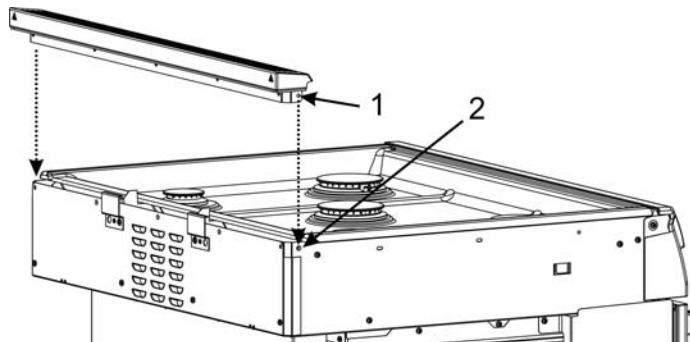

Figure 2 : Positionnement de la garniture d'îlot
6. Abaissez le dossier bas en position tout en alignant le trou 1 de la garniture d'îlot avec le trou 2 des deux côtés de la cuisinière. Voir Figure 2: Positionnement de la garniture d'îlot.